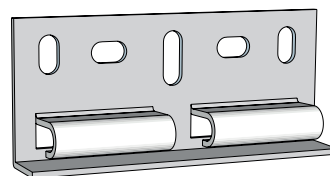

Рисунок 82
- 16.1** Стартовые элементы для панелей ЯФАСАД используются двух видов. Первый (рис. 82): монтируются с замком «Антисмерч» и устанавливаются по шагу обрешетки (рис. 83).